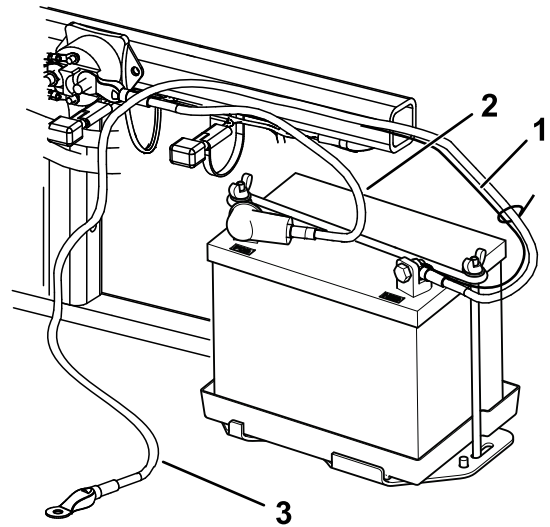

Figura 6
2. Fixați cablul pozitiv (rou) la borna pozitivă (+) cu un urub ( $\frac{1}{4} \times \frac{5}{8}$ " și o contrapiuliă (Figura 6).
3. Fixați cablul scurt, negru și cablul negativ (negru) la borna negativă (-) a bateriei cu un urub ( $\frac{1}{4} \times \frac{5}{8}$ " și o contrapiuliă ( $\frac{1}{4}$ " (Figura 6).